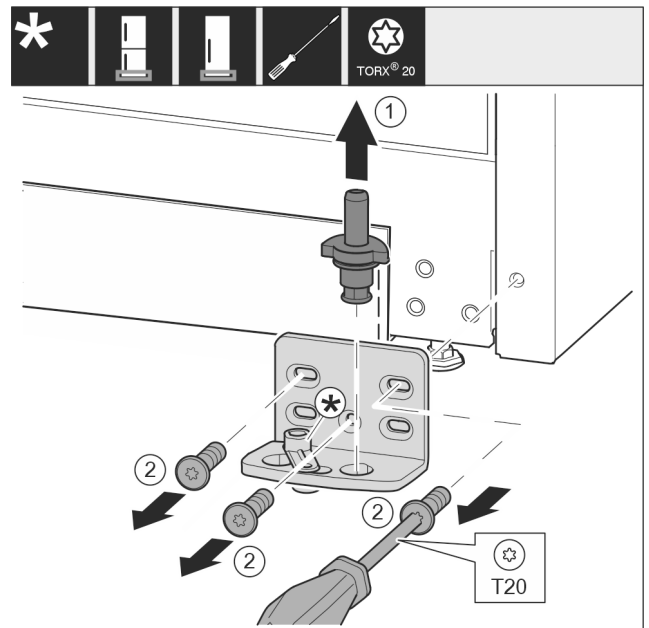

Fig. 15
- ▶ Extraiga el perno del cojinete Fig. 15 (1) por completo hacia arriba.
- ▶ Desatornille los tornillos Fig. 15 (2) con un destornillador y retire el soporte del cojinete.